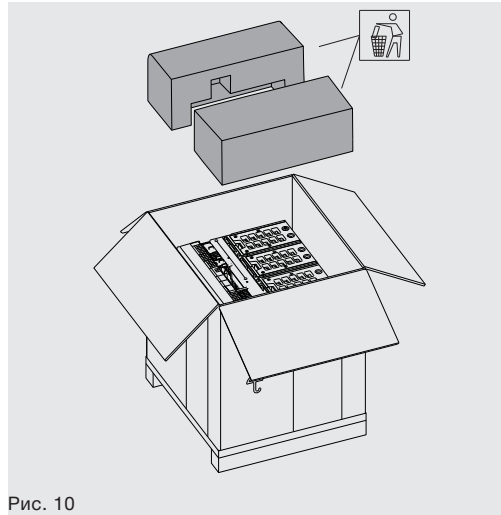

Рис. 10
3. Удалить из упаковочной коробки верхние защитные элементы. См. Рис. 10.